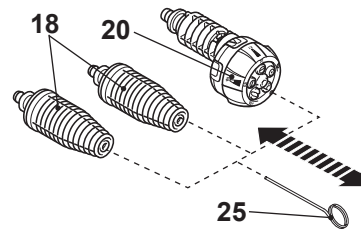

Fig. 24
Îndepărtați depozitele de murdărie din gaura duzei (18/20) folosind acul de curățare (25) (Fig. 24).